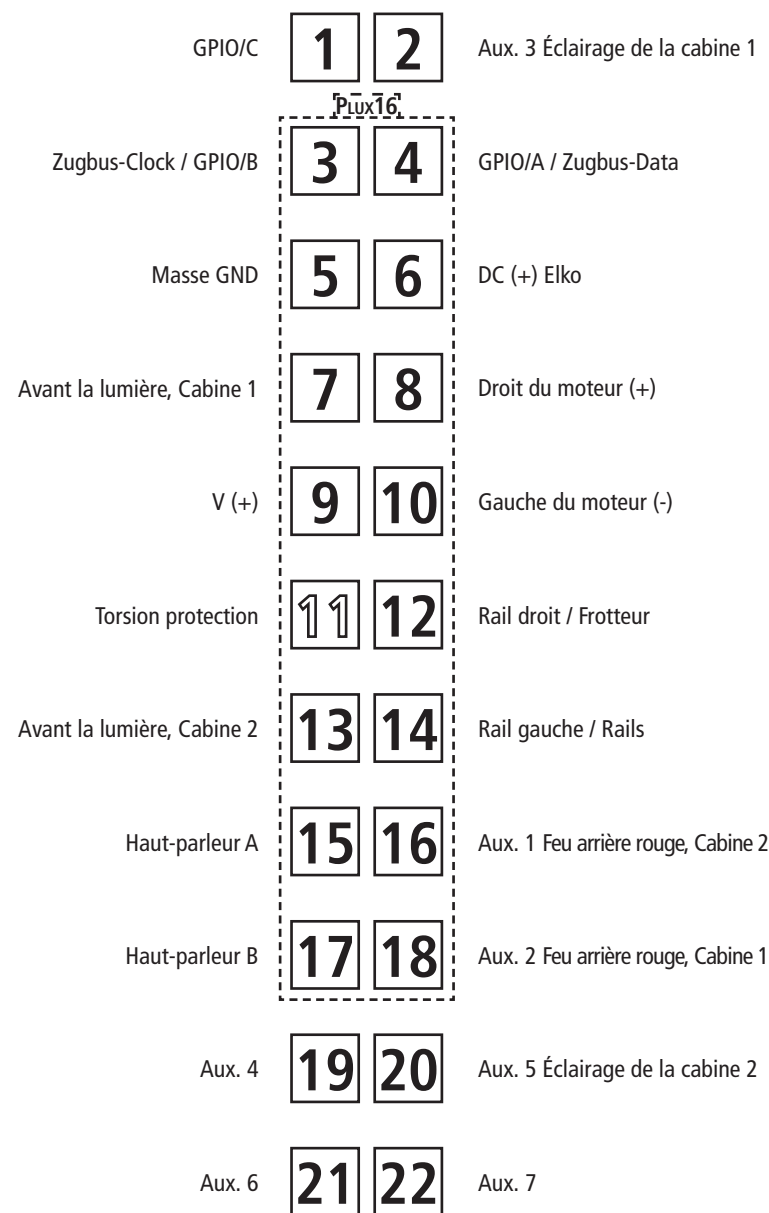
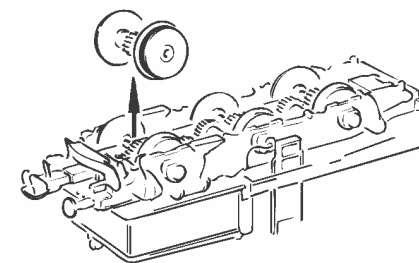
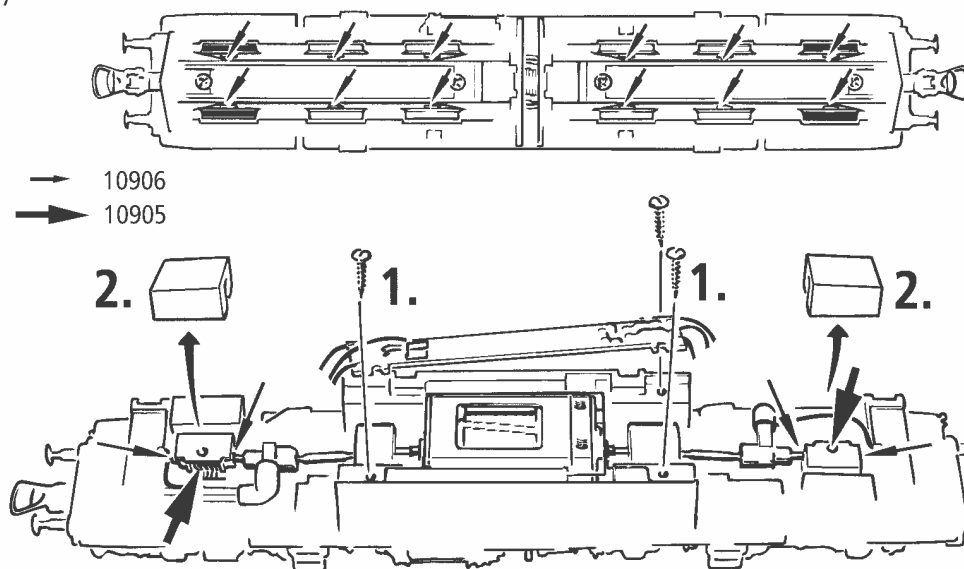
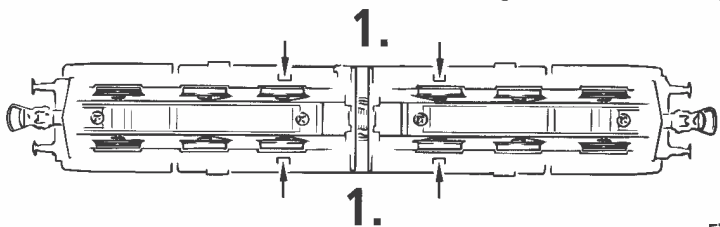

Fig. 6
Fig. 7
Fig. 9
Fig. 3c
1. Reinigung der Radstromkontakte: Radstromkontakte können auf unsauberen Schienen leicht verschmutzen. Entfernen Sie **vorsichtig** mit einem kleinen Pinsel **den Schmutz** an den in Fig. 9 gekennzeichneten Stellen.
2. Schmierung: Versehen Sie die im Schmierplan in Fig. 7 gekennzeichneten Stellen mit nur **kleinen Öltropfen**. Dazu zuerst das Lokgehäuse abnehmen (Fig. 3c). Wir empfehlen den **ROCO Öler Art.-Nr. 10906**. Fürs Schmieren der Getriebeteile (Zahnräder, Schnecke) empfehlen wir das **ROCO-Spezialfett Art.-Nr. 10905**. Im Falle der Schmierung diese Teile **nicht ölen**.
Mehrzugbetrieb: Zuerst Lokgehäuse abnehmen (Fig. 3c). Danach den Brückenstecker aus der Schnittstelle entfernen (diesen sorgsam aufbewahren). Danach den Stecker des Decoders lage-richtig einsetzen (Fig. 4).
4. Kohlebürstenwechsel: Lokgehäuse abnehmen (Fig. 3c). Danach wird der Motor ausgebaut und die Kohlebürsten ausgewechselt (Fig. 6).
1. Cleaning of wheel contacts: Wheel contacts easily get dirty on tracks which are not entirely clean. Use a small brush to **remove dirt** from spots marked in fig. 9.
2. Lubrication: Apply **tiny oil drops** to spots marked in fig. 7. Prior to lubrication dismantle locomotive (fig. 3c). We recommend using item no. **10906, Roco oiler**. For lubrication the gearparts (e.g. cogwheels, worm) we would recommend our Roco **special grease** (item no. **10905**).
4. Carbon Brush Changing: First remove loco body (fig. 3c), and then the motor (fig. 6).
1. Nettoyage des lames de courant aux roues: Les lames de contacts risquent de s'encrasser rapidement sur des voies poussiéreuses. Veuillez **enlever la poussière** aux endroits marqués à la fig. 6 à l'aide d'un petit pinceau souple.
2. Graissage: N'appliquez **qu'une tout petite goutte** aux endroits indiqués par le plan de graissage (fig. 7) après avoir démonté la caisse de la locomotive (fig. 3c). Nous vous recommandons **le graisseur à huile Roco réf. 10906**. Pour graisser les engrenages (roues dentées, vis sans fin) nous vous conseillons la **graisse spéciale Roco réf. 10905** pour engrenages en matières synthétiques. Lorsque vous utilisez cette graisse il faut éviter d'huiler ces composants.
4. Remplacement des balais du moteur: Démontez la caisse (fig. 3c). Démontez ensuite le moteur et échangez le balais (fig. 9).